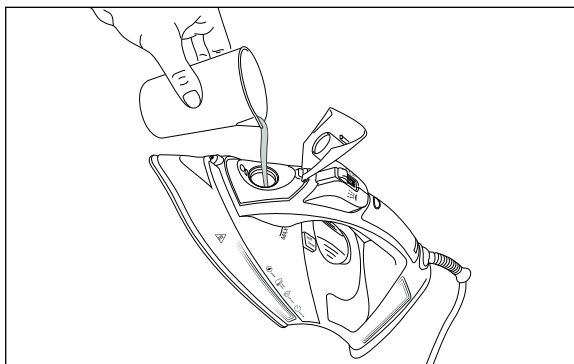

Fig. 4
- 3) Fyld målebægeret **15** med vand fra vandhanen eller destilleret vand. Fyld vandbeholderen **13** med målebægeret **15** (se fig. 4).